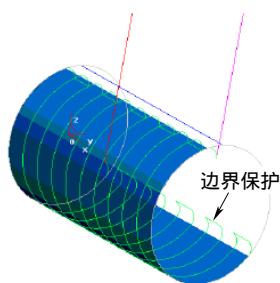

图 7-128 边界保护轨迹
(4) 边界保护
- **【保护】**：在边界处生成保护边界的轨迹，如图 7-128 所示。